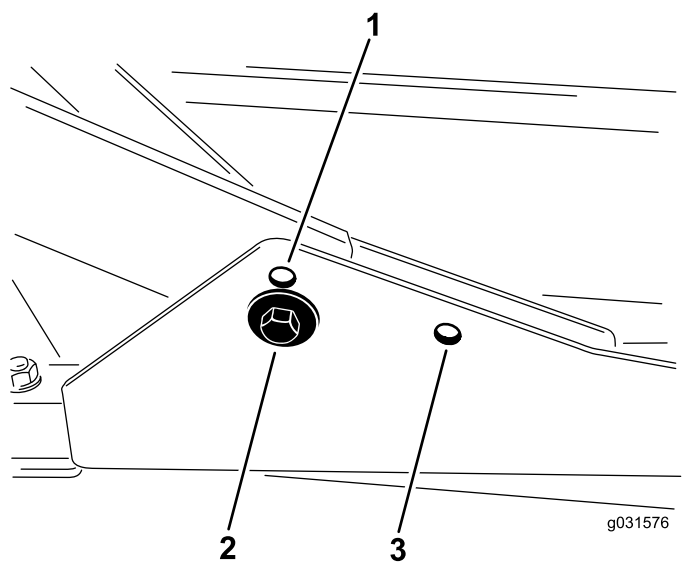

图 16
1. 如果剪草高度介于 27.6cm 之间请将前承载架安装在下方的前安装孔内 图 16。
2. 如果剪草高度介于 6.3-10cm 之间请将前承载架安装在上方的前安装孔内图 16。
对于所有剪草高度后剪草刀盘都应安装在后安装孔内图 16。